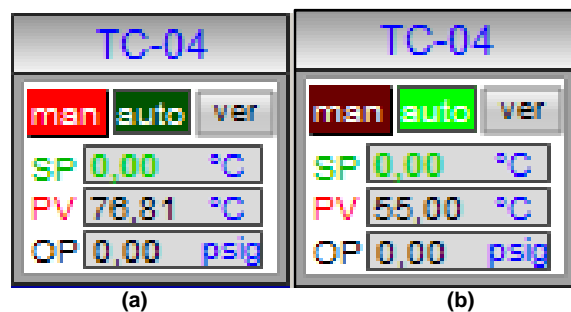

Figura F.11 Faceplate para el lazo de control TC04 (a) lazo abierto (b) lazo cerrado
Cada lazo de control tiene una ventana asociada donde se muestra el valor en tiempo real del set point (SP), la variable de proceso (PV) y el porcentaje de salida del controlador (OP) al igual que las unidades de la variable, esta ventana se conoce normalmente como Faceplate. Los 11 Faceplate correspondientes a los 11 lazos de control se encuentra en la parte superior derecha de la interfaz principal, una imagen de uno de estos se puede ver en la figura F.11:
Cada Faceplate cuenta además con tres botones en la parte superior. Los dos primeros botones indican y dan la orden al controlador de estar en manual o automático. Normalmente todos los lazos se encuentran en modo manual, es decir en lazo abierto, la forma de reconocerlo es porque el botón **man** se encuentra de color rojo claro y el botón **auto** se encuentra en verde oscuro. Cuando se desea pasar el controlador a automático, es decir en lazo cerrado, se da clic en el botón **auto**, e inmediatamente el botón **man** se pone de color rojo oscuro mientras que el botón **auto** se pone de color verde claro. Este estado del lazo en automático se puede ver en la figura F.11 (b).
El tercer botón de los 9 primeros faceplate dice **ver**. Al dar clic en este botón se despliega una nueva ventana que muestra mayor información del correspondiente lazo, un ejemplo de esta ventana se puede ver en la figura F.11: